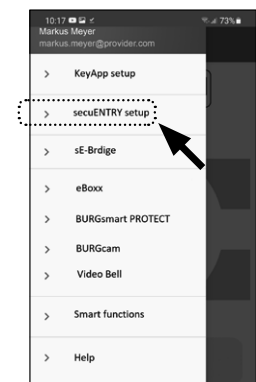

Abb. 51
- 2 Tippen Sie den Menüpunkt „secuENTRY setup“ (Abb. 51) an.